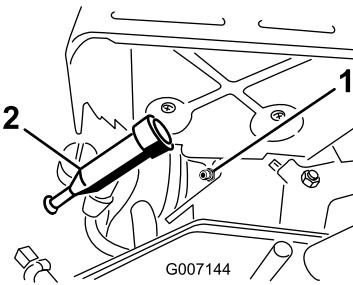

Figura 55
3. Retire el cable de las bujías (Figura 55).
3. Conecte el cable a la bujía (Figura 55).